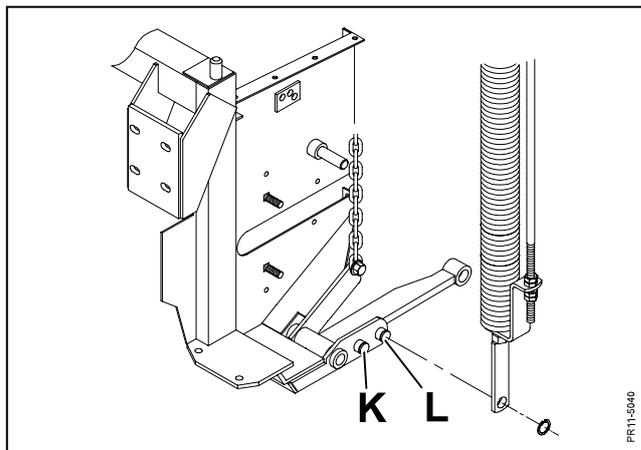

Fig. 3-16
- Fig. 3-16** Si l'ensemble de coupe a une tendance marquée à basculer, il y a deux façons de résoudre le problème: